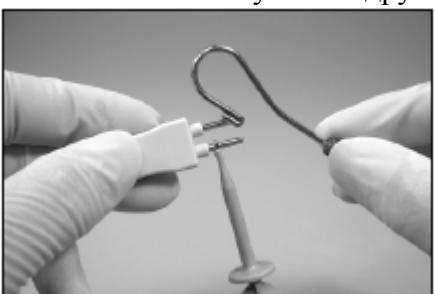

Рис. 10
3. Совместите загубник с другим электродом (рис. 10).